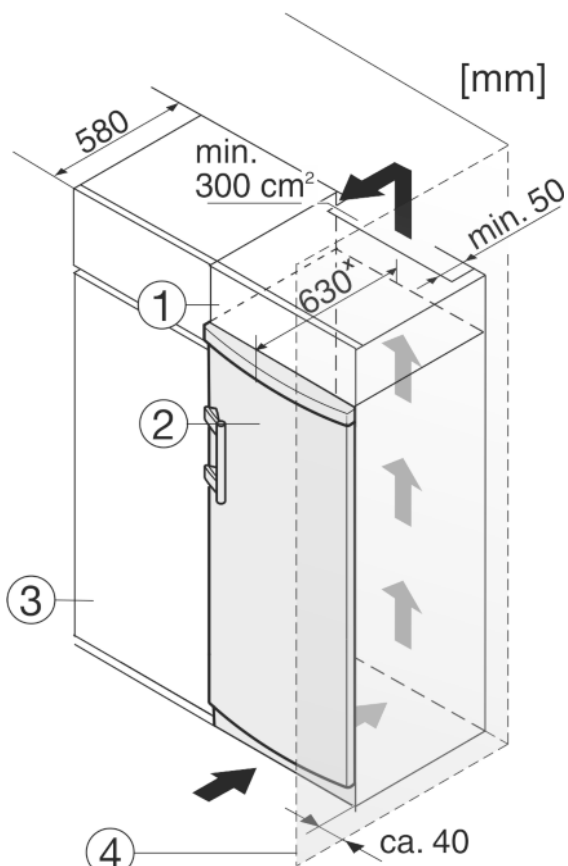

Fig. 10
Skabet kan indbygges i køkkenskabe. For at tilpasse skabet *Fig. 10 (2)* til køkkenelementerne kan der anbringes et ekstra skab *Fig. 10 (1)* over skabet.
Ved ombygning med køkkenskabe (dybde maks. 580 mm) kan apparatet stilles op direkte ved siden af køkkenskabet *Fig. 10 (3)*. Apparatet står frem i siden 34 mm × og frem i midten 50 mm × i forhold til køkkenskabenes front.
Hvis apparatet opstilles med hængslerne ved siden af en væg *Fig. 10 (4)*, skal afstanden mellem apparatet og væggen være mindst 40 mm. Dette svarer til håndtagets udhæng ved åbnet dør.